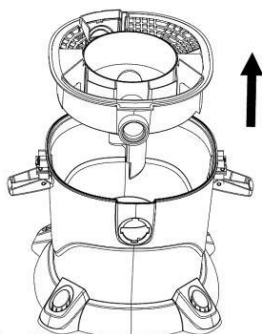

Fig.2
Paso 2: Levante el conjunto de la filtración y desempaque las ruedas y accesorios del barril (Fig. 2).